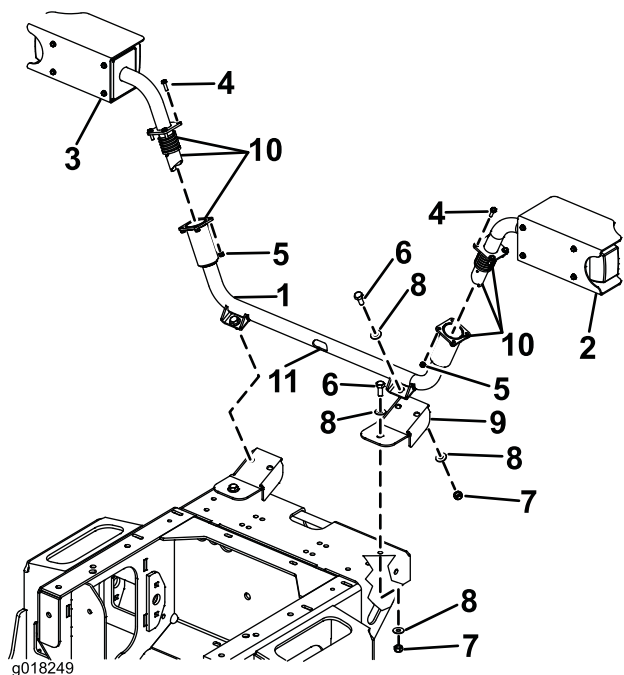

Figura 13
- Los conjuntos de luces delanteros se acoplan al soporte central de los faros, que se monta en la máquina con dos soportes de montaje (Figura 13).
1. Instale los 2 soportes de montaje en la parte delantera de la máquina usando 2 pernos (M10 x 25 mm), 4 arandelas (3/8") y 2 contratuerzas (M10), según se muestra en la Figura 13.
2. Instale el soporte central de los faros en los soportes de montaje usando 2 pernos (M10 x 25 mm), 4 arandelas (3/8"), y 2 contratuerzas (M10) , según se muestra en la Figura 13.
3. Aplique grasa antigripante a toda la pared interior del extremo de cada tubo, y a todas las superficies de los muelles y las bridas de los tubos (Figura 13).
4. Sujete el soporte del faro derecho y pase el cable hacia abajo por los extremos de los tubos, sacándolo del hueco de montaje de los faros (Figura 13).
5. Sujete el soporte del faro izquierdo al soporte central de los faros usando 4 pernos (M6 x 20 mm) y 4 contratuerzas (M6), según se muestra en la Figura 13.